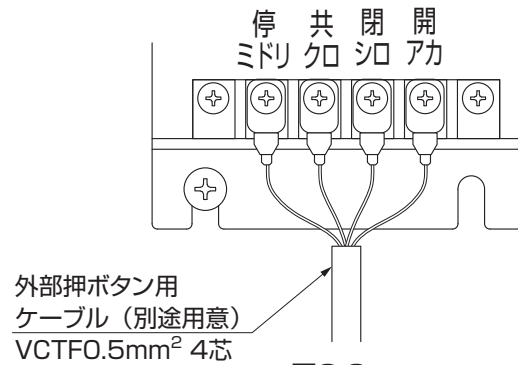

図3-3
- 外部押しボタンスイッチ用ケーブルは信号(開・閉・停・共)と色を合わせてください。(図3-3参照)